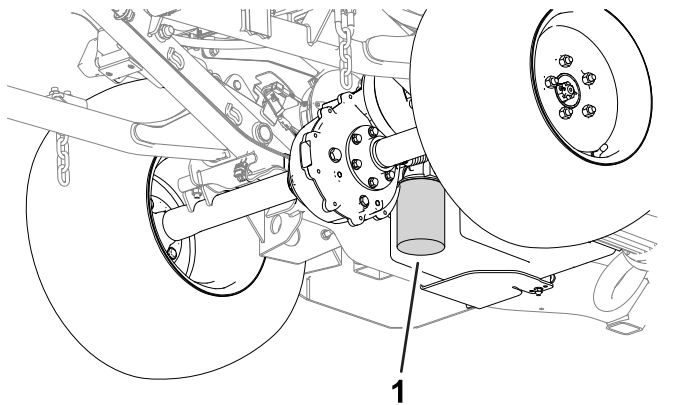

Figura 57
1. Limpie alrededor de la zona de montaje del filtro hidráulico (Figura 57).